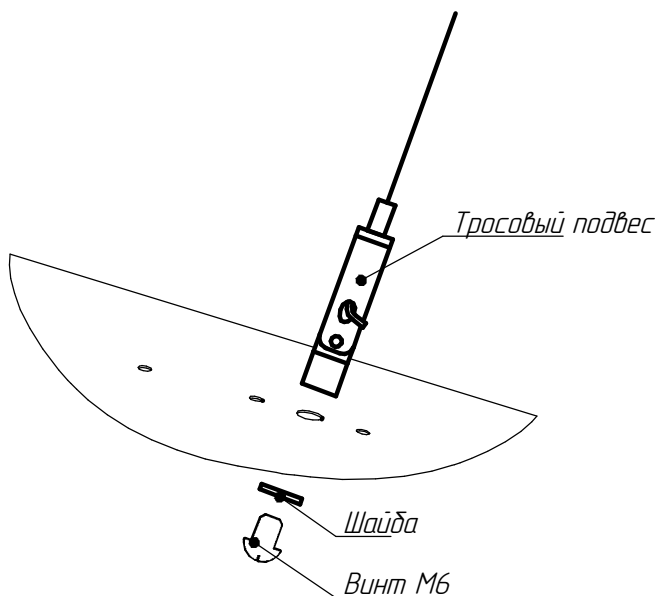

Рисунок 8 - Схема установки тросового подвеса
5.4 Установка светильника на подвесы, рисунок 8: